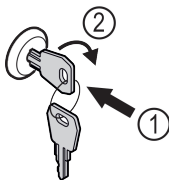

Fig. 167
- ▶ Włożyć kluczyk Fig. 167 (1).
- ▶ Przekręcić kluczyk o 90° w prawo Fig. 167 (2).